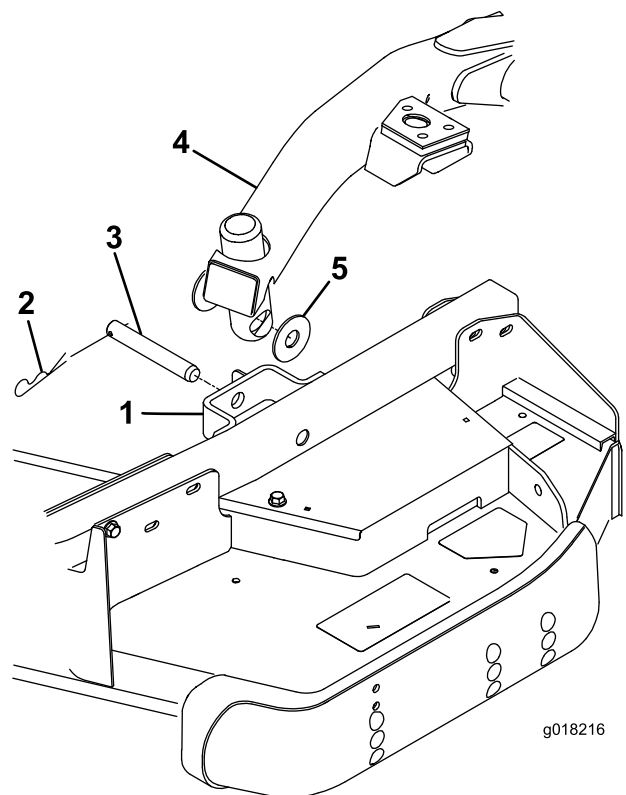

Figure 4
1. Retirez les 2 rondelles de butée, l'axe de chape et la goupille fendue de chaque support de bras pivotant sur le plateau de coupe (Figure 4).
3. Poussez l'interrupteur de relevage en avant en position de flottement. Appuyez sur un bras de relevage jusqu'à ce que ses trous soient en face des trous du support de bras pivotant (Figure 4).
4. Fixez le bras de relevage au bras pivotant avec 2 rondelles de butée, un axe de chape et une goupille fendue. Placez les rondelles de butée entre le bras de relevage et le support de bras pivotant (Figure 4). Insérez l'extrémité de la goupille fendue dans la fente de la patte du bras pivotant pour retenir la goupille fendue.